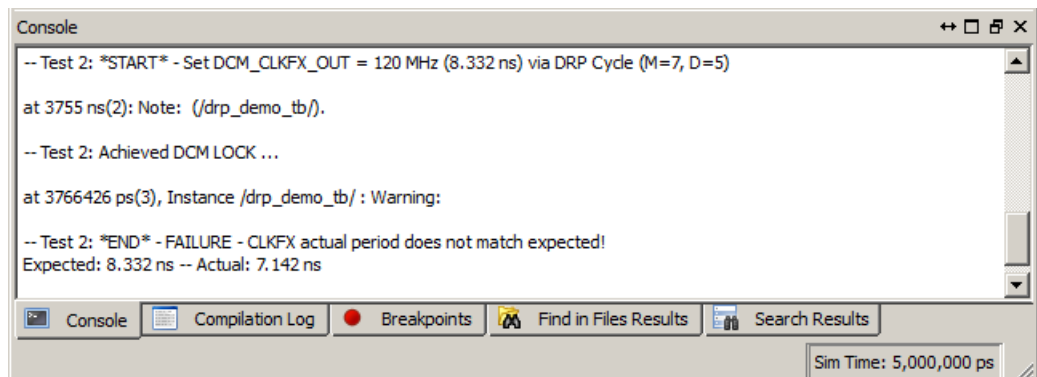

図 3-12：[Console] パネル
3. [Console] パネルでテストベンチから出力されたメッセージを確認します (図 3-12)。